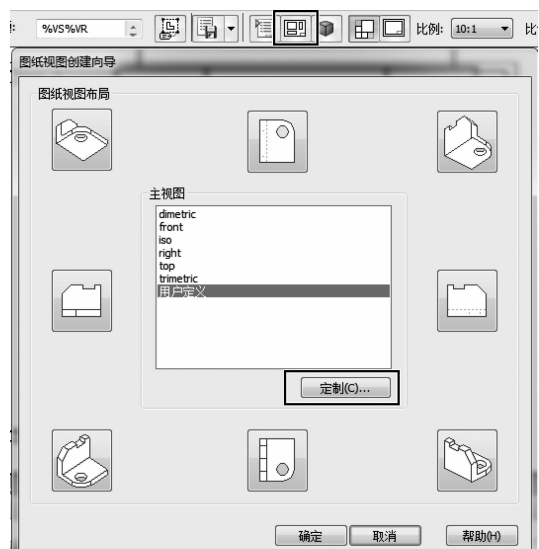

图 9-208 主视图定义
(2) 打开【泵体零件图】后，在弹出菜单栏中单击【视图向导-图纸视图布局】按钮，在【主视图】框下选择【用户定义】后单击【定制】按钮，如图 9-208 所示。